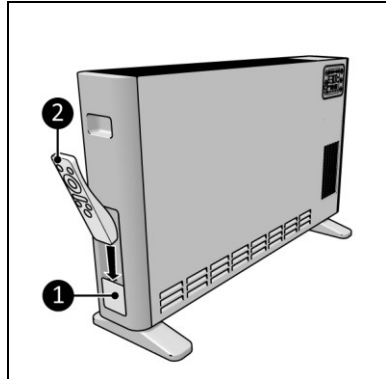

Abbildung 14
1. Die Fernbedienung (Abbildung 14, Pos. 2) kann in den Fernbedienungssteckplatz (Abbildung 14, Pos. 1) seitlich am Gerät eingesetzt werden.